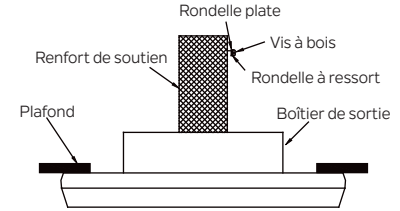

Fig. 6
**Étape 1.** Enfoncez une vis à bois et des rondelles dans le côté de l'entretoise qui maintient le boîtier de sortie. Laissez 3 mm (1/8 po) d'espace entre le renfort de support et la rondelle. (Fig. 6)